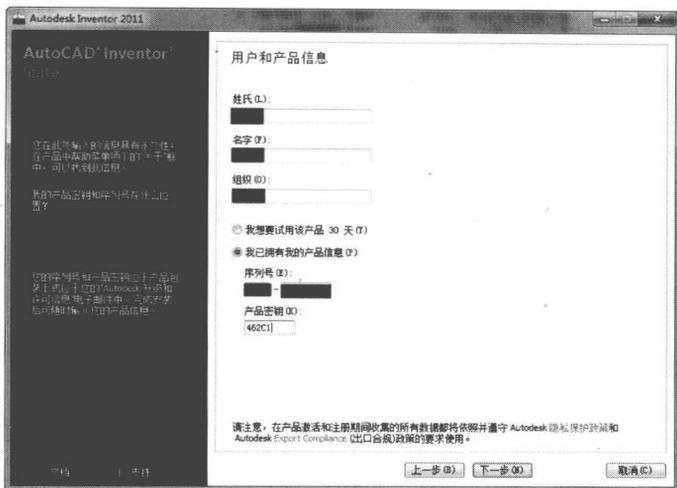

图 1-5 Inventor 安装“用户和产品信息”界面
(4) 选择要安装的产品, 并单击“下一步”按钮, 进入“用户和产品信息”界面。如果用户选择的不是试用该产品, 则需要提供用户信息和产品序列号数据, 如图 1-5 所示。